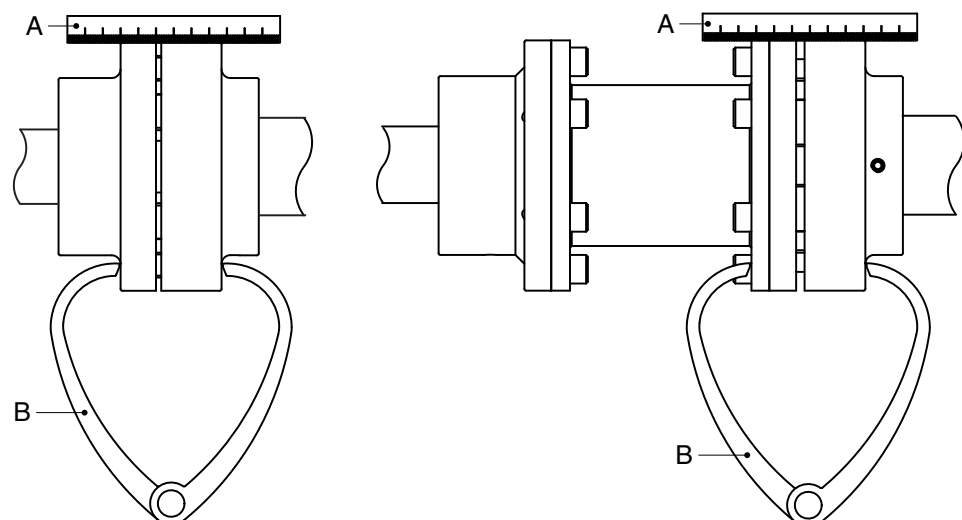

Figura 3: Alinhamento do acoplamento utilizando uma régua e um compasso de espessura.
- 1 Coloque uma régua (A) sobre o acoplamento. Coloque ou retire os calços de cobre que forem necessários para colocar o motor elétrico à altura correta, de modo que o bordo direito fique em contacto com as duas metades do acoplamento ao longo de todo o comprimento. Consulte a figura 3.
- 3 Verifique novamente o alinhamento, utilizando um compasso de espessura (B) em 2 pontos diametralmente opostos nas partes laterais das metades do acoplamento. Consulte a figura 3.